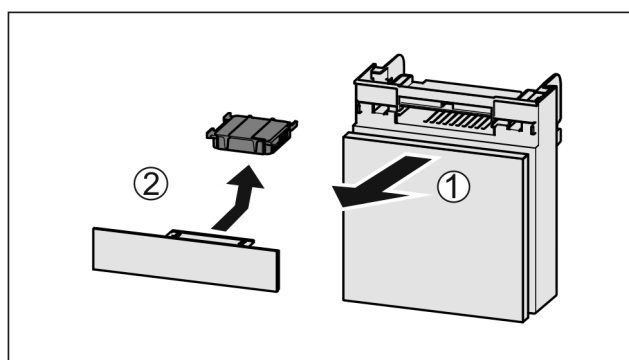

Fig. 261
► Zásuvku vytáhněte dopředu Fig. 261 (1).
► Filtr s aktivním uhlím vyjměte Fig. 261 (2).